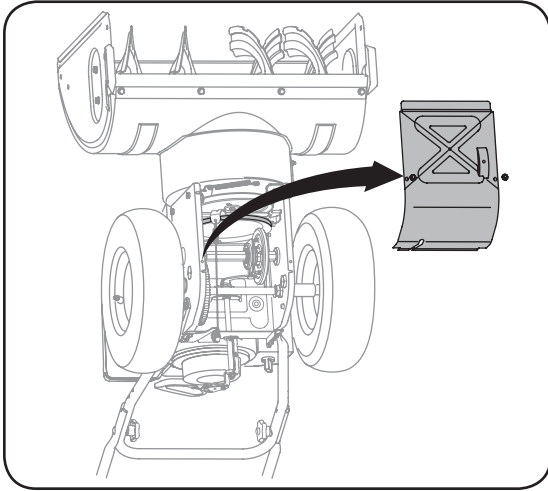

Figure 6-5
1. Basculez doucement la souffleuse vers l'avant pour la faire reposer sur l'habillage de la tarière. Voir la Figure 6-5.
qui le maintiennent en place. Voir la Figure 6-5.
2. Basculez doucement la souffeuse vers l'avant pour la faire reposer sur l'habitacle de la tarière. Voir la Figure 6-5.
2. Basculez doucement la souffléuse vers l'avant pour la faire reposer sur l'habillage de la tarière. Démontez le couvre-châssis du dessous de la souffléuse en retirant les quatre vis auto-taraudeuses qui le maintiennent en place. Voir la Figure 6-5.
1. Basculez la souffluse vers l'avant puis démontez le couvre-châssis du dessous de la souffluse en retirant les vis auto-taraudeuses. Voir la Figure 6-5 à la page 17.